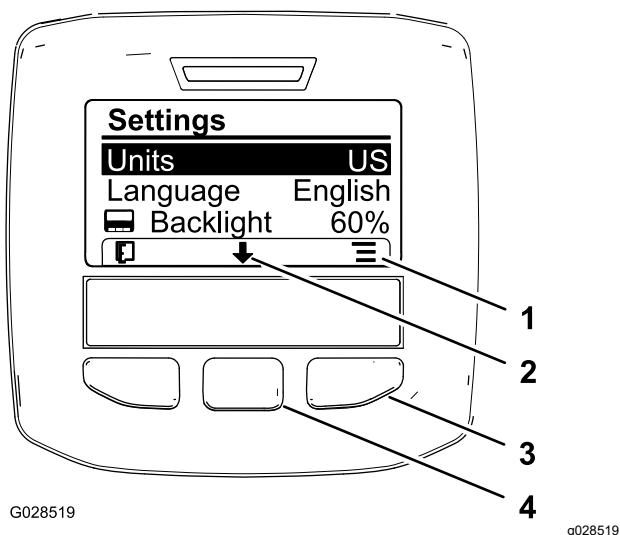

Figura 62
2. Para alterar a unidade de medida, pressione o botão de seleção direito para alterar as unidades de medida indicadas (Figura 62).
3. Para alterar o idioma utilizado no ecrã, pressione o botão de seleção central (o botão por baixo do ícone de seta para baixo no ecrã) e percorra a lista até à opção de idioma (Figura 62).
4. Se pressionar o botão de seleção direito (o botão por baixo do ícone de lista no ecrã), realça o idioma da lista utilizado no ecrã (Figura 62).
6. Carregue no botão de seleção esquerdo para regressar ao menu principal (Figura 62).